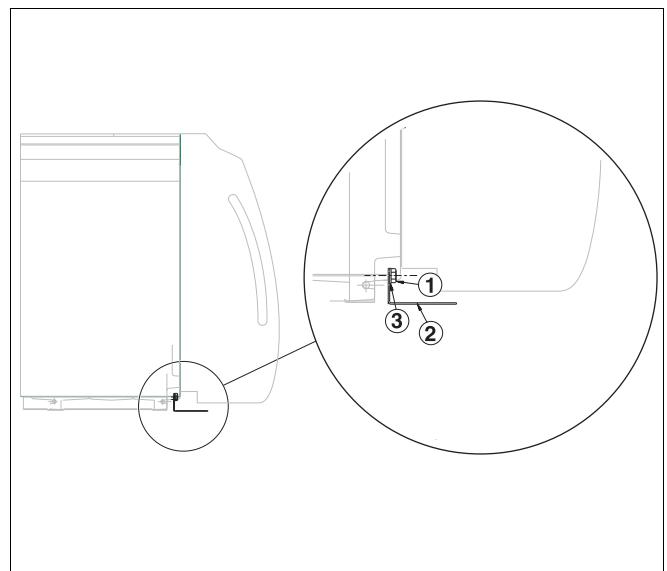

Fig. 5 Monte la caldera sobre el acumulador de agua
- ▶ Coloque el ángulo de fijación (fig. 5, [2]) sobre las lengüetas descanteadas de los rieles angulares y atorníllelo ligeramente a los pies de la caldera con los tornillos M10 x 55 (fig. 5, [1] y [3]).